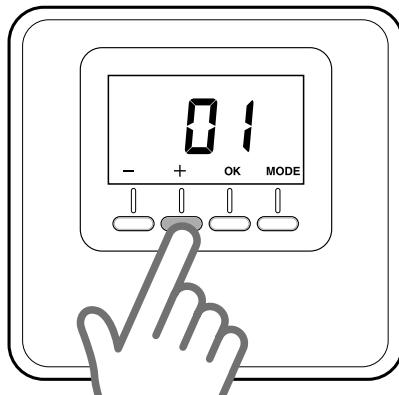

Рис. 16
- Чтобы выбрать назначаемую зону, нажимайте кнопки «+» или «-» (Рис. 16).